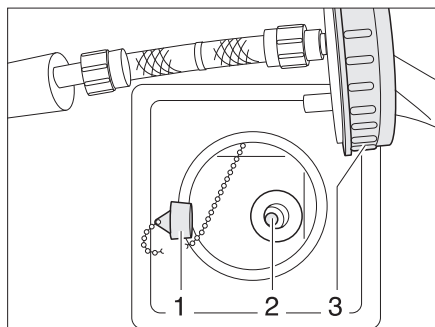
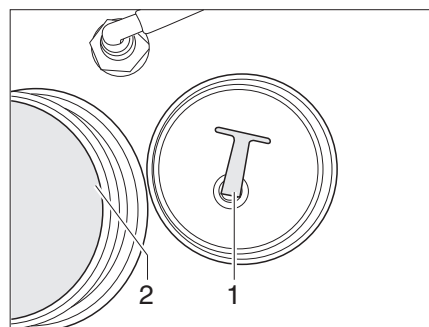

Fig. 260 Tapón de cierre
Fig. 261 Tapón de cierre
- Extraer o desenroscar el tapón de cierre (Fig. 260,1 ó Fig. 261,1) del orificio de salida (Fig. 260,2). Se vacía el agua.